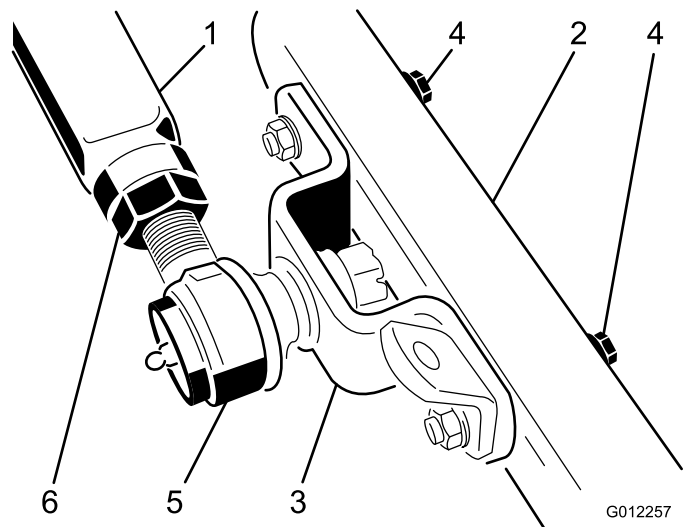

Figura 21
6. Haga que otra persona haga presión hacia abajo con cuidado sobre el brazo de empuje izquierdo mientras que usted retira los tornillos de caperuza, las arandelas planas y las contratuercas que sujetan el soporte de la articulación esférica y la pletina de enganche de la cadena al brazo de la rueda giratoria de la unidad de corte (Figura 21). Ahora y con cuidado, la otra persona puede dejar que el brazo de empuje se desplace hacia arriba, lo que aliviará gradualmente la tensión de 68 kg del muelle.
5. Haga que otra persona haga presión hacia abajo con cuidado sobre el brazo de empuje izquierdo hasta que los taladros del soporte de la articulación esférica estén alineados con los taladros del brazo de la rueda giratoria (Figura 21). En seguida, coloque un bloque de madera de 102 x 102 mm entre el bastidor y la parte superior del brazo de empuje.